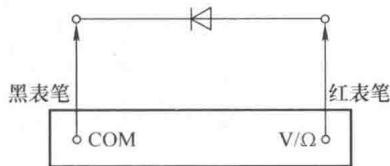

图 1-6 二极管及蜂鸣器的连接性测试图
7) 二极管及蜂鸣器的连接性测试:测试方法如图1-6所示。首先将黑表笔插入“COM”插孔,红表笔插入“V/ Ω ”插孔,将功能开关置于二极管档,并将表笔连接对待测二极管,读数为二极管正向电压降的近似值,然后将表笔连接对待测电路的两端,如果两端之间电阻值低于约70 Ω ,此时内置蜂鸣器即会发声。